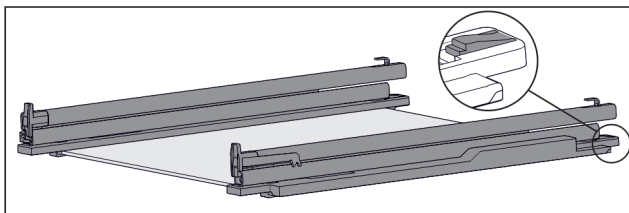

Fig. 110 Glasplatte mit Schienen und Halteteilen
- ▶ Halteteil hinten herunterdrücken (siehe Fig. 110) und gleichzeitig Schiene nach hinten schieben.